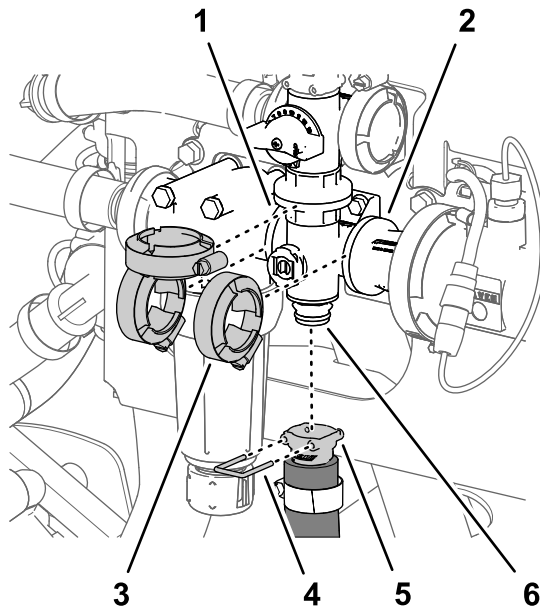

Bild 108
1. Entfernen Sie den Schnellkupplungsstift, mit dem die Schnellkupplung für den Rührwerkschlauch am Verteiler für das Rührwerkventil befestigt ist (Bild 108).
2. Entfernen Sie die drei Flanschklemmen, mit denen der Rührwerkventilverteiler an den Flanschen des Druckfilterkopfs und dem Kupplungsadapter befestigt ist (Bild 108).